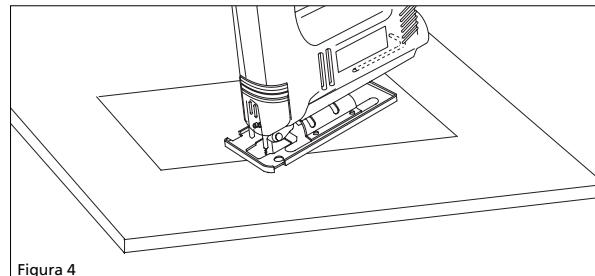

Figura 4
2. Corte por penetración (ver Figura 4): No necesita hacer un orificio inicial ni hacer un corte de entrada si hace lo siguiente con mucho cuidado: